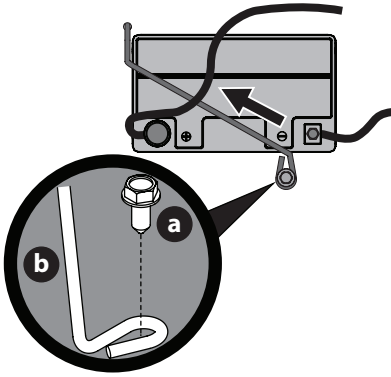

Fig. 15
**NOTE :** Le faisceau électrique doit être placé au-dessus de la barre de retenue de la batterie. Autrement, il risque d'être endommagé (Fig. 15 à la page 87).
- Retirez le boulon hexagonal (a) qui fixe la tige de retenue de la batterie (b) au châssis. Faites pivoter la tige de retenue de la batterie (b) vers le haut et retirez la batterie (Fig. 15).